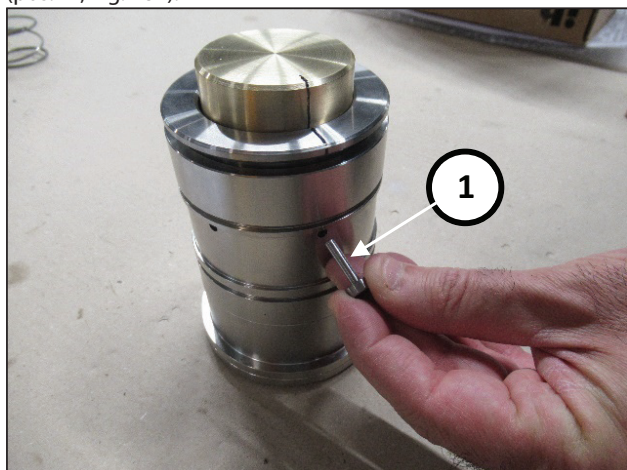

Fig. 184
Inserire i perni dell'attrezzo cod. 27945400 in due fori opposti (pos. ①, Fig. 184).